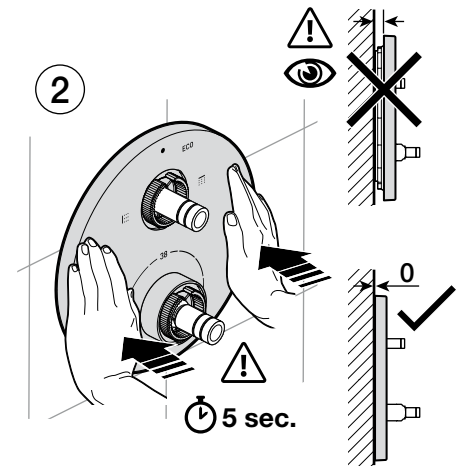

Fig. 7
- 7) Instalar en los ejes las piezas suministradas fijándolas tal como indica la imagen (Fig. 7) con fuerza.
- 7) Install the supplied parts on the shafts by fixing them as indicated in the image (Fig. 7) with force.